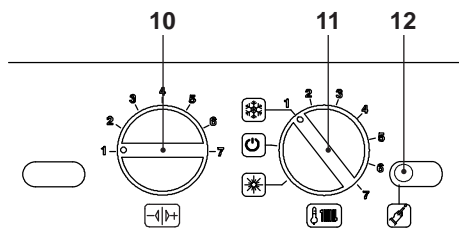

Figura 5.9
- Prima di alimentare elettricamente la caldaia posizionare la manopola 11 come indicato in Figura 5.9.
lità Antilegionella, bisogna entrare in programmazione tenendo premuto per 15 secondi il pulsante di ripristino 12 in Figura 5.9 sino alla comparsa del parametro **P01** sul display LCD; sul display LCD compare la seguente visualizzazione (alla sequenza **P01** si alterna ---).
- Premere il pulsante di ripristino 12 in Figura 5.9 per lo scorrimento dei vari parametri sino al raggiungimento del parametro **P17** valido per il settaggio della funzione Antilegionella; sul display LCD compare la seguente visualizzazione (alla sequenza **P17** si alterna **01**).